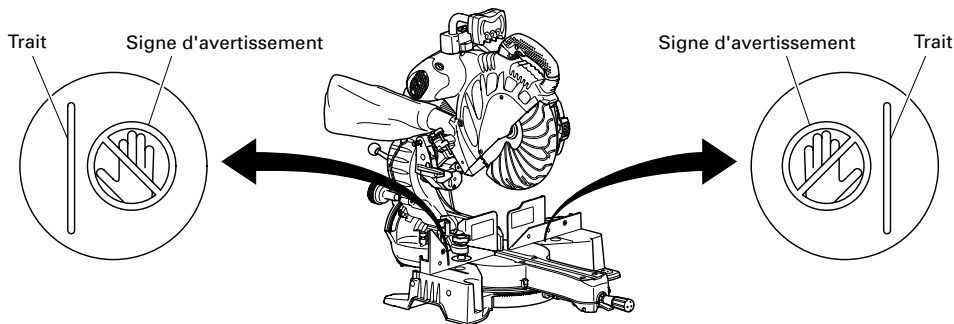

Fig. 23
* Ne jamais amener les membres à l'intérieur de la ligne à côté du signe d'avertissement pendant que l'outil fonctionne. Cela pourrait être dangereux (voir Fig. 23.).